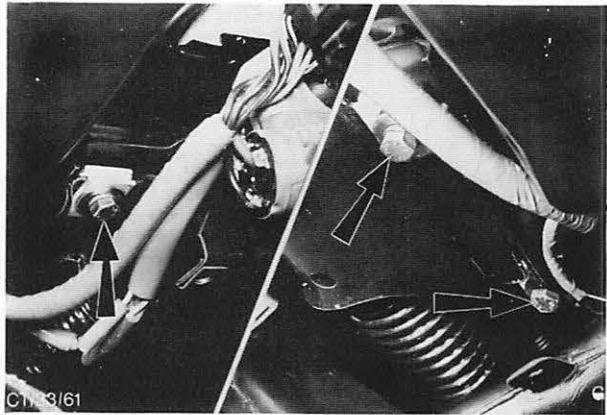

Abb. 4 3 Befestigungsschrauben — Lenksäule
4. Schrauben der Lenksäule (3) nur **lösen (nicht entfernen)**, Abb. 4, und Lenksäule ca. 6 mm ablassen, Abb. 4 a, damit genug Spielraum zum Ausbau der Kombiinstrumentenblende entsteht.
Abb. 4 a Die in Abb. 4 gezeigten Schrauben lösen, damit die Lenksäule an der gekennzeichneten Stelle um 6 mm herabgelassen werden kann.